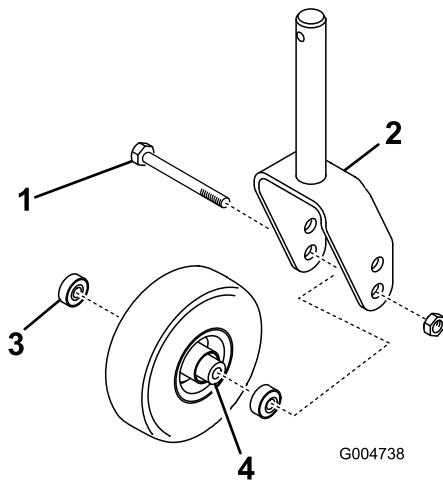
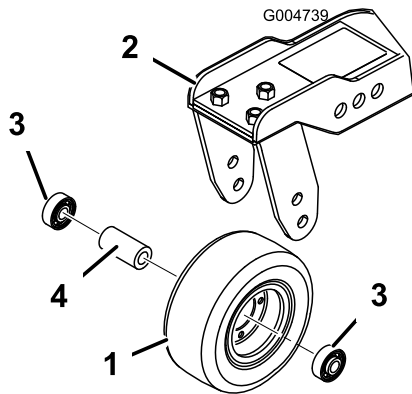

Figura 87
Figura 88
- Togliete il dado di bloccaggio dal bullone che fissa il gruppo ruota orientabile alla forcella (Figura 87) o al braccio di rotazione (Figura 88).
2. Togliete il cuscinetto dal mozzo della ruota e lasciate cadere il distanziale del cuscinetto (Figura 87 e Figura 88).